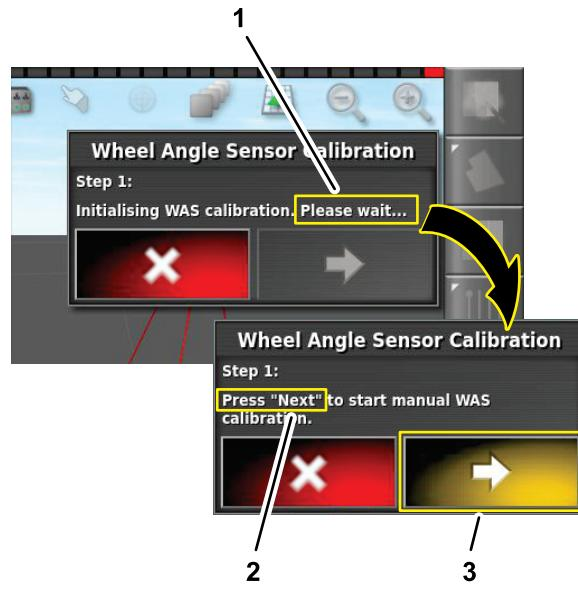

図 162
- ステップ 1で、ホイール角度センサーの校正が初期化されるまで待ち、次のステップのアイコンを押します (図 162)。